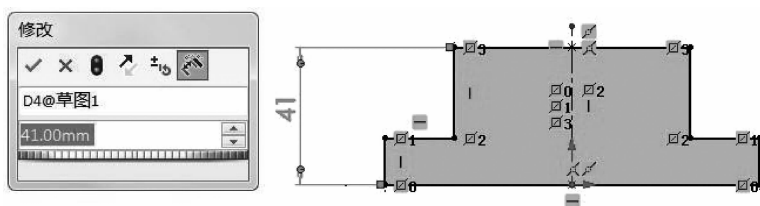

图 1-21 【修改】对话框
①单击【智能尺寸】按钮,完成某个尺寸标注(如“41”)的同时弹出【修改】对话框,如图 1-21 所示。
① “镜向”的正确说法为“镜像”。